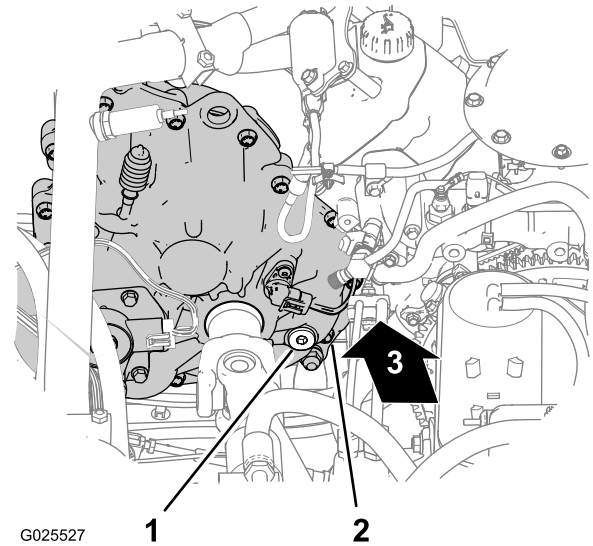
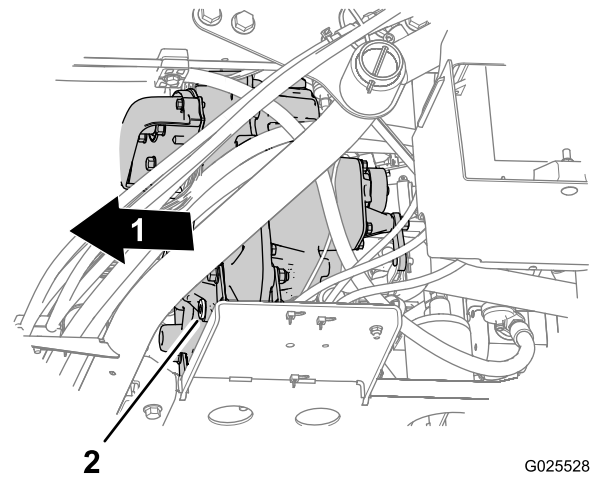

Figura 68
Figura 69
3. Retire el tapón de llenado del orificio de llenado girando el tapón en sentido antihorario y retirándolo de la transmisión (Figura 68).
4. Coloque un recipiente de vaciado debajo del tapón de vaciado (Figura 69).
5. Retire el tapón de vaciado del orificio de vaciado girando el tapón en sentido antihorario y retirándolo de la transmisión (Figura 69).
6. Instale el tapón de vaciado (Figura 69).
7. Añada 700 ml de fluido de transmisión Dexron VI a la transmisión por el orificio de llenado (Figura 68).
2. Localice el tapón de llenado en la parte interior trasera de la carcasa de la transmisión, y localice el tapón de vaciado en el lado exterior delantero de la transmisión (Figura 68 y Figura 69).
8. Instale el tapón de llenado (Figura 68).